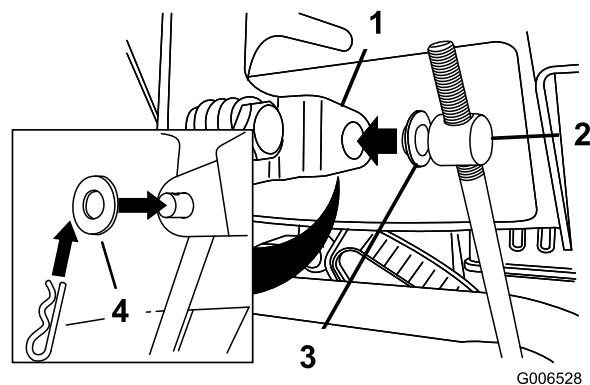

Bild 6
3. Entfernen Sie den Splint und die äußere Scheibe vom Drehzapfen am oberen Ende des Geschwindigkeitseinstellgestänges (Bild 6).
Hinweis: Lassen Sie die Flachscheibe auf dem Drehzapfen, um den Einbau zu vereinfachen (Bild 6).
6. Heben Sie das Geschwindigkeitseinstellgestänge an und setzen Sie den Drehzapfen in das Loch im Geschwindigkeitsschalthebel (Bild 6).
- B. Schließen Sie den Drehzapfen vom Geschwindigkeitsschalthebel ab (Bild 6).
- C. Drehen Sie den Drehzapfen auf der Geschwindigkeitsschaltstange nach unten (nach rechts) (Bild 6).
- D. Schließen Sie den Drehzapfen am Geschwindigkeitsschalthebel an (Bild 6).
- C. Drehen Sie den Drehzapfen auf der Geschwindigkeitsschaltstange nach oben (nach links) (Bild 6).